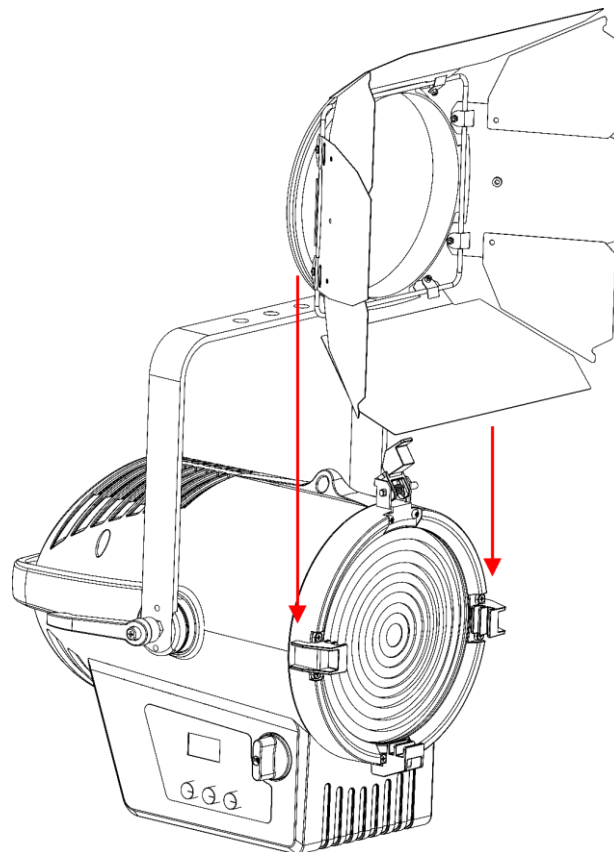

Fig. 11
- 02) Inserire la Barndoor come indicato nella Fig. 11.